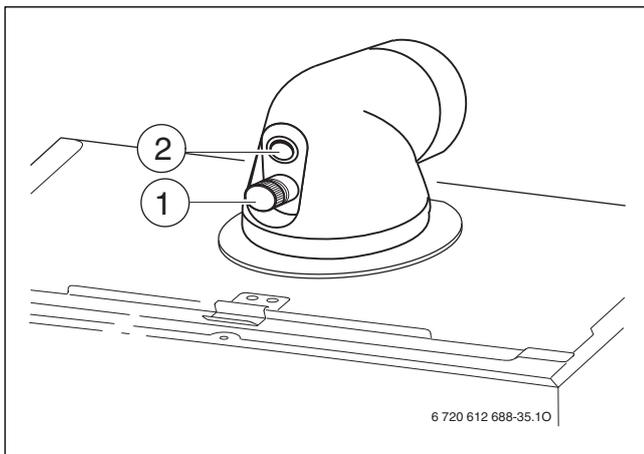

Fig. 70
- ▶ Retirer le bouchon sur la prise de mesure de l'air de combustion [2] (→ figure 70).
- ▶ Retirer le bouchon au niveau de la prise de mesure des fumées [1] (→ figure 70).